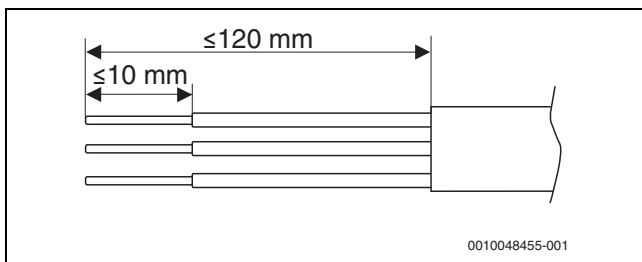

Bild 37 Abisolierung von Netzanschlussleitung
- Anschlusskabel für CAN-BUS durch die linke Kabelverschraubungen (1) führen.
- Anschlusskabel für den Netzanschluss durch die rechte Kabelverschraubungen (2) führen.
- ▶ Kabel entsprechend → Abbildung 37 abisolieren.